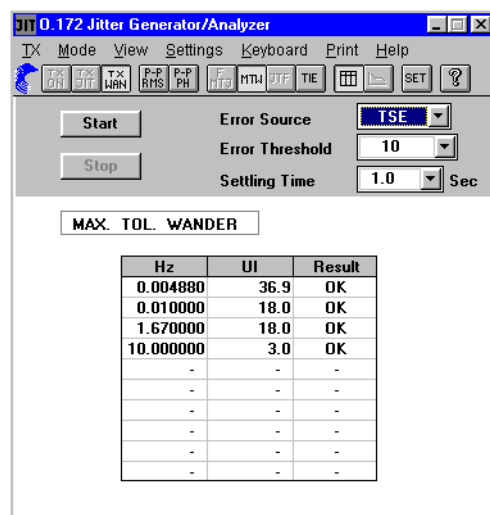

Bild A-89 Fenster "O.172 Jitter Generator/Analyzer" bei MTW-Messung
- Die Tabelle (siehe Bild A-89) enthält vom Anwender vorgegebene Kombinationen bzw. Defaultwerte von Wanderfrequenzen und Wanderamplituden. Diese werden nach dem Start der Messung in der Reihenfolge der Tabelleneinträge eingestellt.